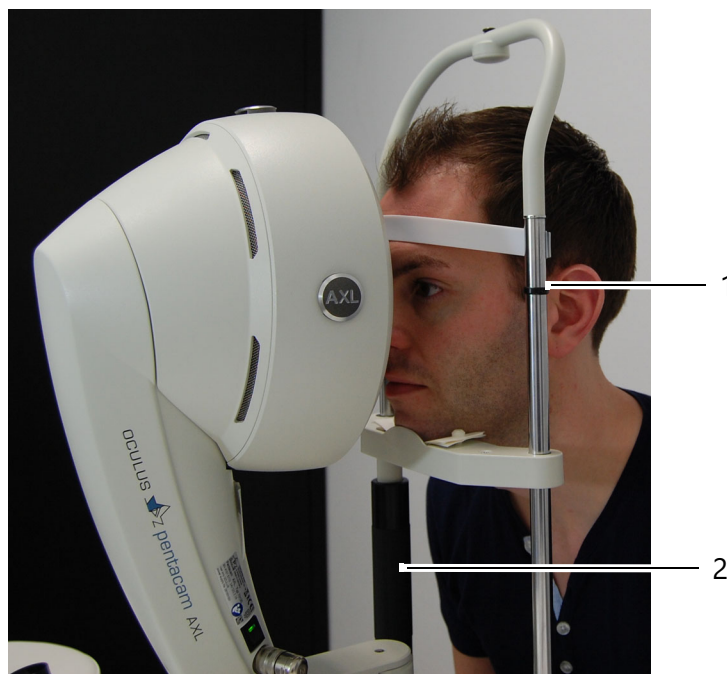

Fig. 7-8: Posicionamento dos pacientes
8. Ajuste o nível dos olhos usando o suporte giratório → Fig. 7-8 (página 42), posição 2.